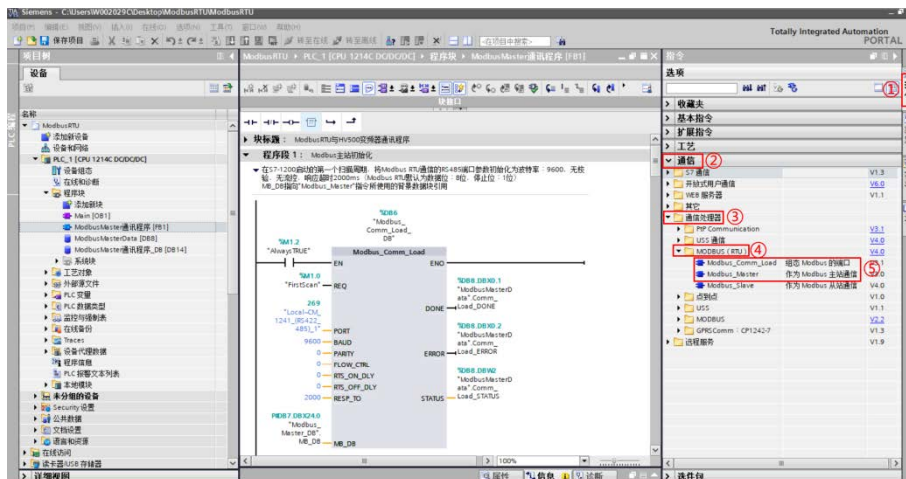

图 4.1 ModbusRTU 主站指令
- 1) 添加一个新 FB 块，将其命名【ModbusMaster 通讯程序】。在该 FB 块中以多重背景方式调用【Modbus_Comm_Load】和【Modbus_Master】指令，在【指令】目录下【通讯】→【通讯处理器】→【Modbus (RTU)】下，如图 4.1 所示。